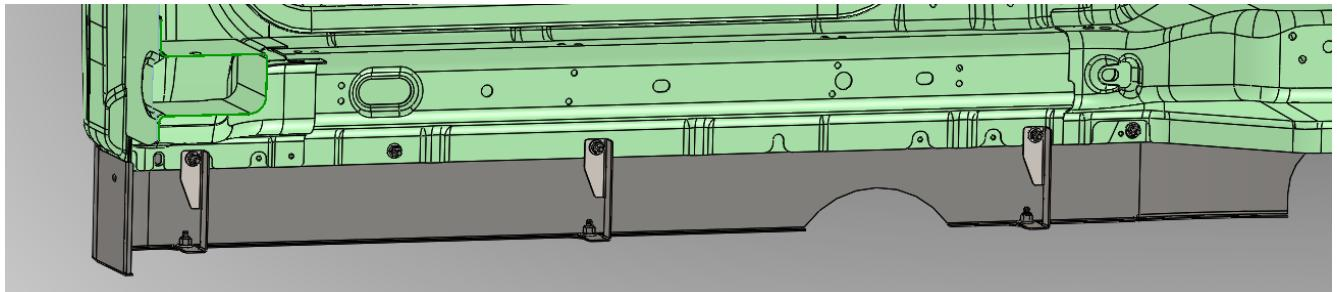

Fig. 2 – Soporte de refuerzo instalado (Se muestra el lado del piloto de dormitorio de 60")
- a. Re-instale el pánel dormitorio usando tornillos hexagonales , arandelas (2 por sujetador), y tuercas. Instale un soporte de refuerzo en cada agujero de montaje que tiene un agujero correspondiente en la brida inferior del pánel dormitorio (Fig. 2). Coloque el soporte de refuerzo en la parte posterior de la soldadura por presión y sujetelo con tornillos hexagonales de $\frac{1}{4"}-20 \times 1"$, dos arandelas y una tuerca. Sujete la parte inferior del pánel dormitorio al soporte de refuerzo con tornillos de cabeza plana de $\frac{1}{4"}-20 \times 3/4"$, arandelas y tuercas pero no apriete completamente aún.